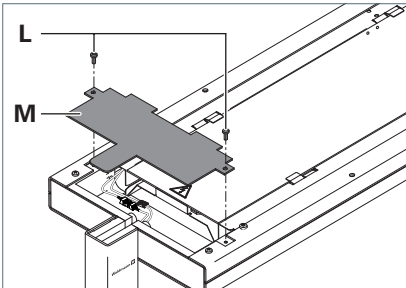

Fig. 7: Abdeckung montieren.
- Setzen Sie die Abdeckung **M** auf den Leuchtenkopf, siehe Fig. 7.